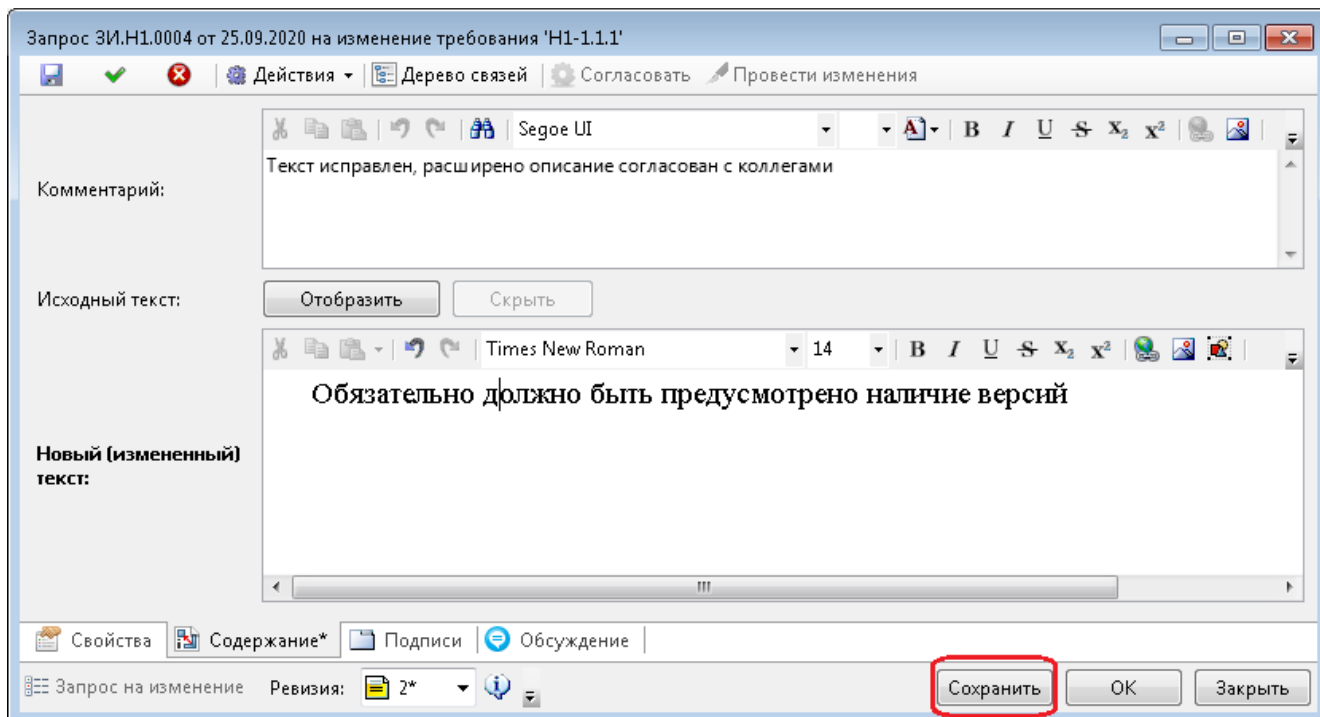

Рисунок 104 — Окно сохранения сделанных изменений
- нажать «Сохранить» для сохранения сделанных изменений в Содержании (Рисунок 104);